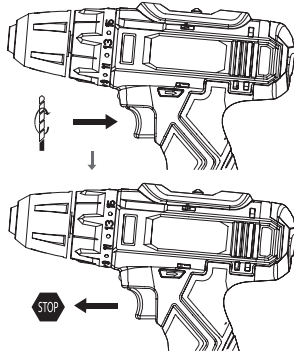

Рис. 5
**СВЕРЛЕНИЕ. Переключатель переменной скорости (Рис.5)**